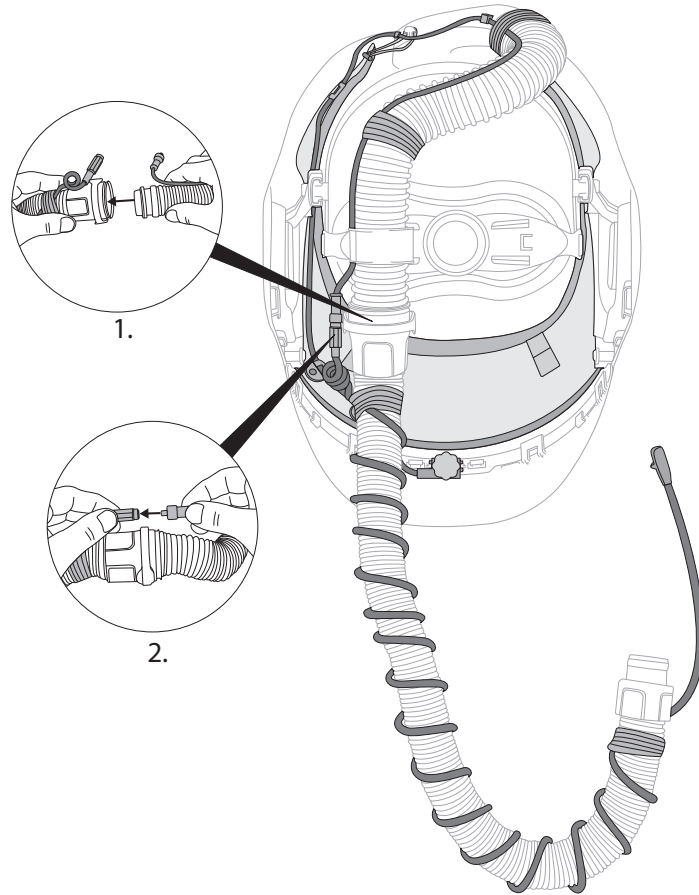

Fig. 31f
- vii. Conecte el sistema del tubo de respiración (mediante el conector QRS) al tubo del ducto de aire de la careta para soldar. Conecta los accesorios eléctricos del cable largo (batería a careta para soldar) al cable corto (careta para soldar a luz de servicio) (Fig. 31f).